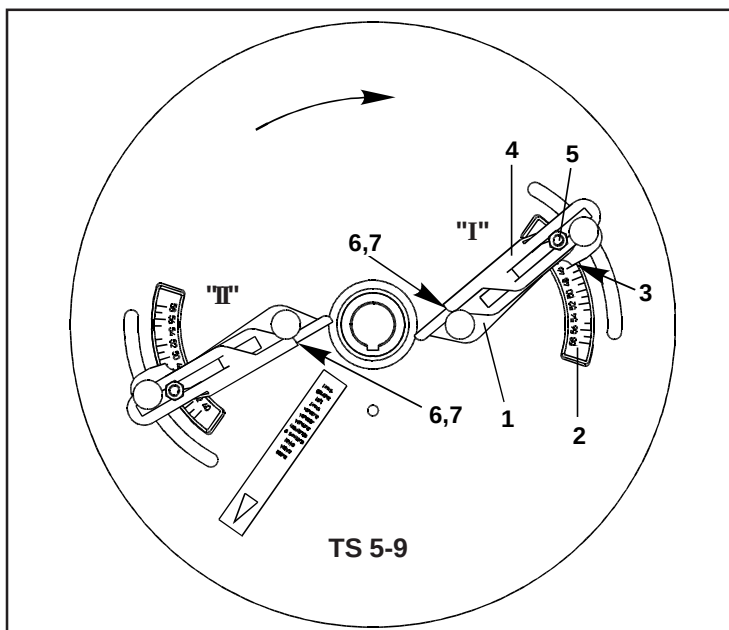

Fig. 7.21
- Still avlesekannten (Fig. 7.21/7) til vingen «I» på bokstaven «**D**» og skru fast den ytre vingedelen. Drei vingen «I» til tallverdien «**50**» og skru den fast.
- Still avlesekannten (Fig. 7.21/7) til vingen «II» på bokstaven «**F**» og skru fast den ytre vingedelen. Drei vingen «II» til tallverdien «**46**» og skru den fast.